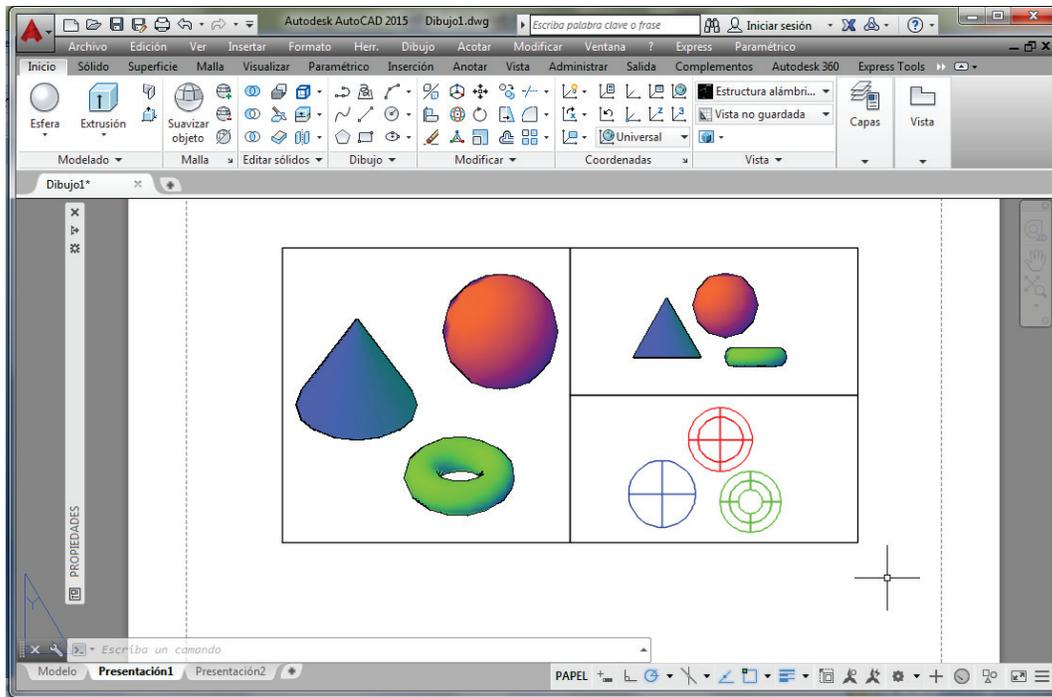

Figura 10: Ventanas de presentación de trabajos.
- El programa dispone de unas pestañas inferiores en las que se indica “modelo”, “presentación” (figura 10). Al activar la de “presentación”, se transforma el espacio de trabajo y muestra una ventana con la de la ventana activa del modelo.
En cada ventana abierta la vista que se muestra la que se ha indicado al abrir con la orden “Ventanas Gráficas”. El espacio “modelo” es la ventana en la que se dibuja, mientras que en la presentación puede establecerse el espacio “papel” o espacio “modelo” (figura 10, abajo), pasando de uno a otro al activar el icono “papel” o “modelo”.